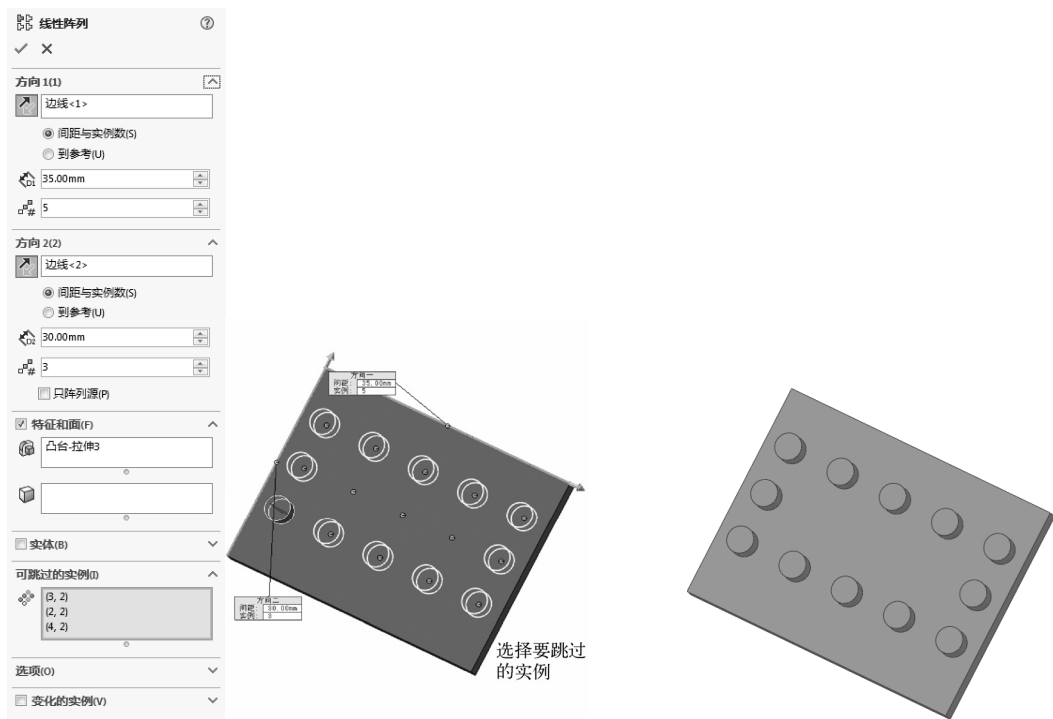

图 7-5 阵列时应用可跳过实例
9) 在阵列中如果要跳过某个阵列子样本特征, 则在“可跳过的实例”选项组中单击  (要跳过的实例) 图标右侧的列表框, 并在图形区中选择想要跳过的某个阵列特征, 这些特征将显示在该列表框中。图 7-5 所示为可跳过的实例效果。